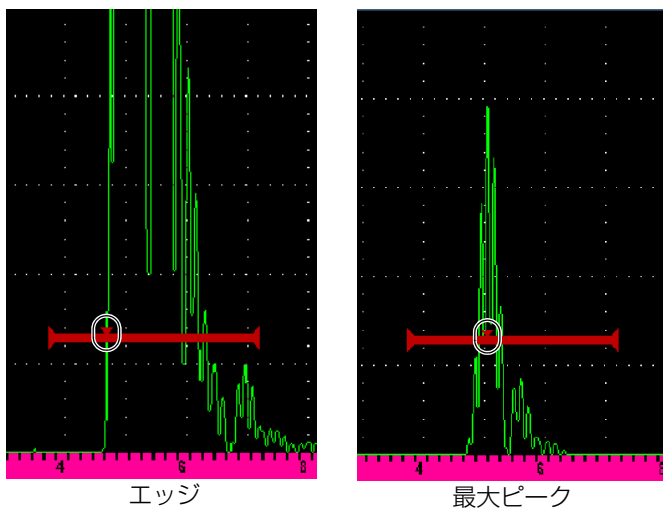

図 3-10 エッジモードおよび最大ピークモードでトリガー
- **エッジ**：ゲートをクロスする信号の最初のクロスポイントの位置に基づく測定値（60 ページの図 3-10 参照）。
- **最大ピーク**：ゲート設定された範囲内にある一番大きいピーク位置に基づく測定値（ゲートをクロスする必要はありません）を取得します。60 ページの図 3-10 を参照。